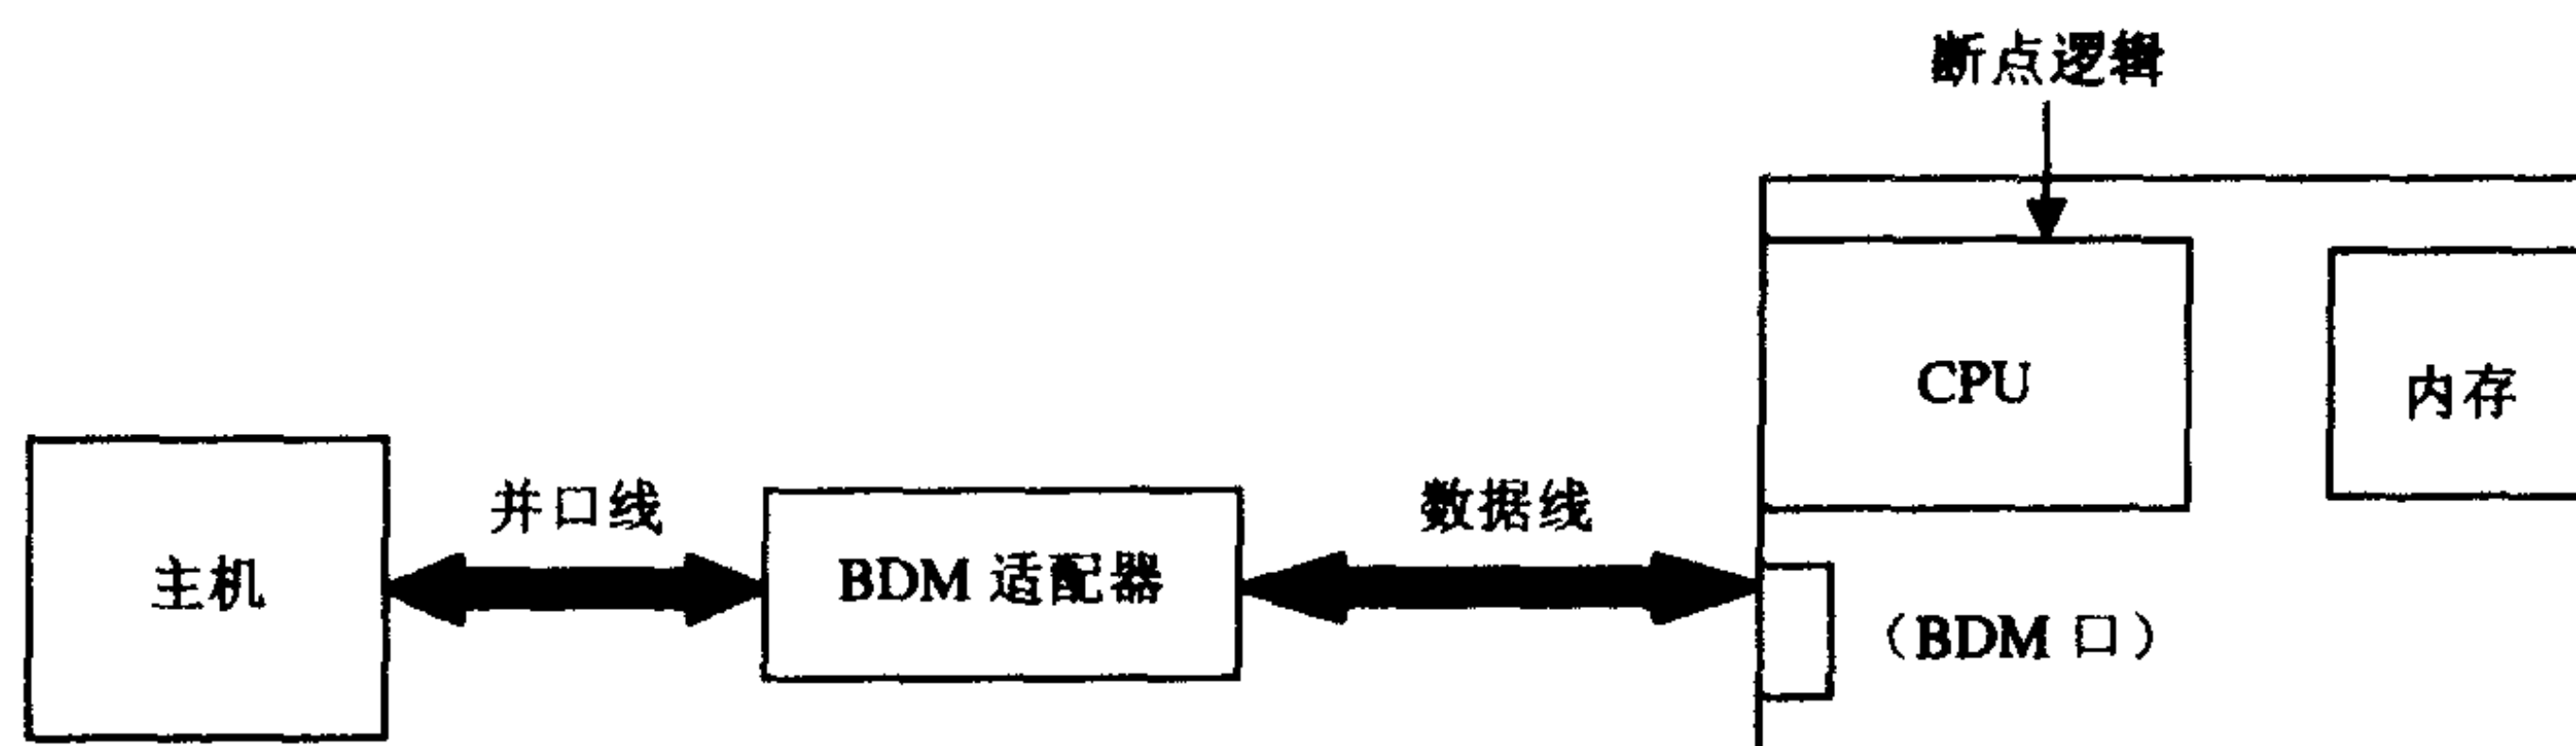

图 11.4 BDM 调试法
(2) BDM 调试法。宿主机通过并口与 BDM 适配器连接，而 BDM 适配器通过自带的数据线连接到目标板上 CPU 的 BDM 接口上，且用户板上的 CPU 支持一种断点逻辑。通过这种硬件调试代理，进行映像的调试，如图 11.4 所示。